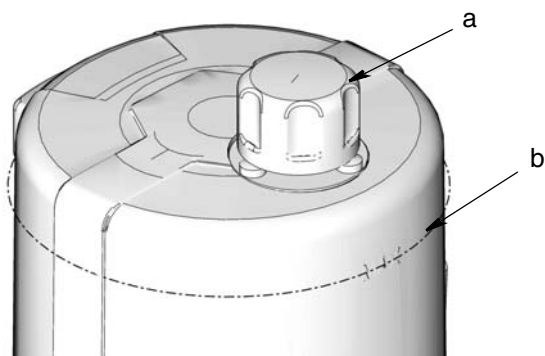

FIG. 10
- No lo llene en exceso (FIG. 10).